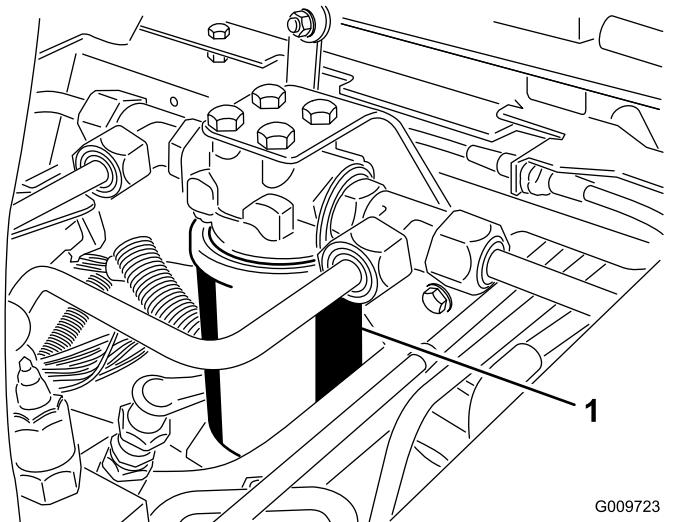
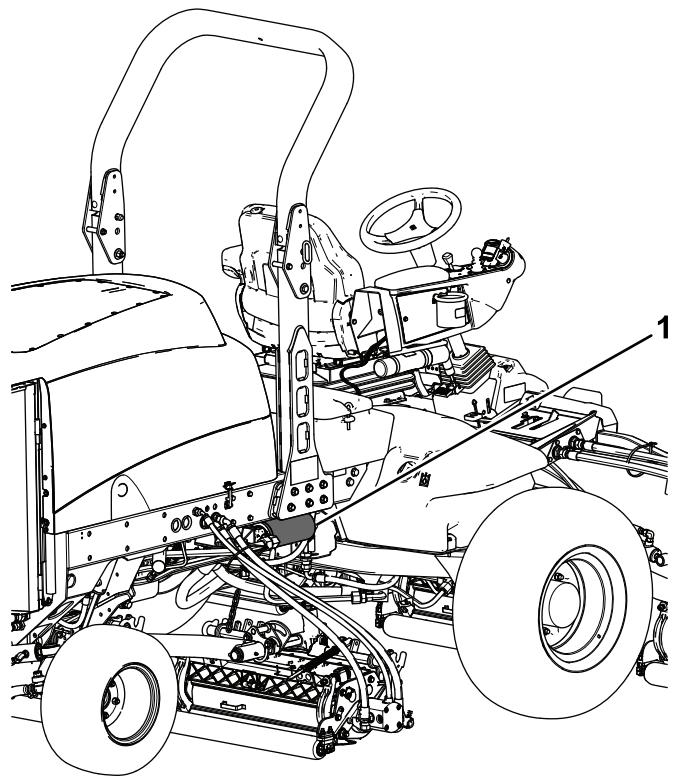

Рисунок 81
Рисунок 82
- Подставьте под фильтр поддон, а затем снимите фильтр (Рисунок 81 и Рисунок 82).